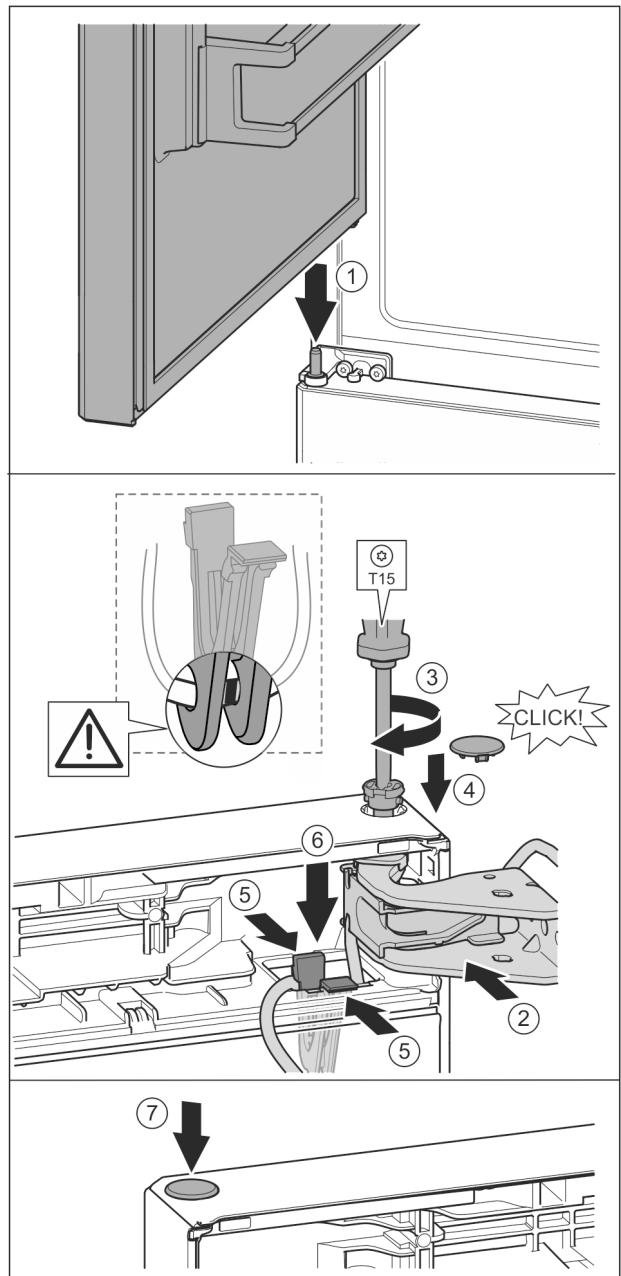

Fig. 41
- Obere Tür auf mittleren Lagerbolzen setzen Fig. 41 (1)
- Tür oben zur Öffnung im Lagerbock ausrichten. Fig. 41 (2)
- Bolzen einsetzen und mit Schraubendreher T15 fest-schrauben. Fig. 41 (3)
- Sicherungsabdeckung zur Sicherung der Tür montieren: Sicherungsabdeckung einsetzen und kontrollieren ob sie auf der Tür aufliegt. Ansonsten Bolzen vollständig einsetzen. Fig. 41 (4)
- Halter mit daran befestigtem Kabel in Öffnung einsetzen. Fig. 41 (5)
- Halter nach unten drücken bis die Lasche einrastet. Fig. 41 (6)
- Stopfen einsetzen. Fig. 41 (7)